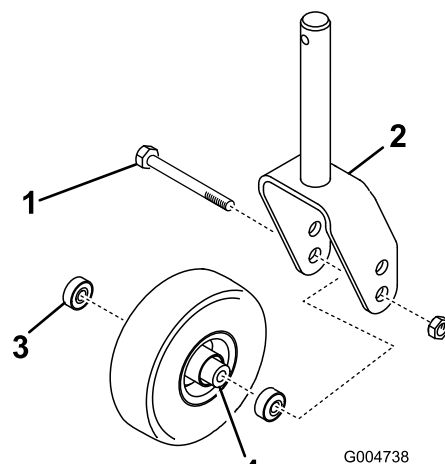

図 28
1. キャスタホイール・アセンブリをキャスタフォークの間に保持しているボルトのロックナット(図 28)を外す。キャスタホイールをつかんでおいて、ボルトをフォークまたはピボットアームから抜き取る。
2. ホイールのハブからベアリングを外して、ベアリングスペーサを床に落とす(図 28)。ホイールハブの反対側にあるベアリングを取る。